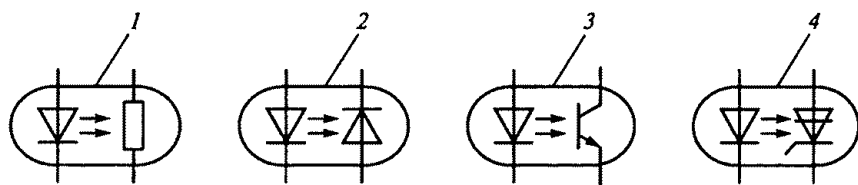

Рис. 193
7.42. На рис. 193 приведены соответственно схемы оптронов: фоторезисторного 1, фотодиодного 2, фототранзисторного 3 и фототиристорного 4.